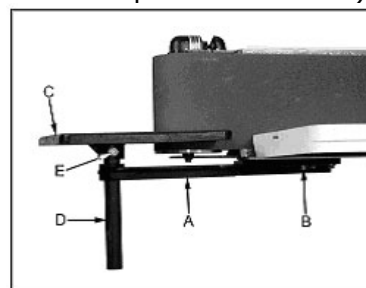

Рис. 5
Закрепите опору для установки бокового стола (А) рис. 5 при помощи четырех болтов и четырех шайб (содержатся в упаковке вместе с 3 мм- шестигранным ключом).
Смонтируйте стойку (D) рис.5 в посадочное отверстие бокового стола (С) рис.5, при этом шестигранный болт (Е) рис.5 закрутите в утолщение посадочного отверстия.